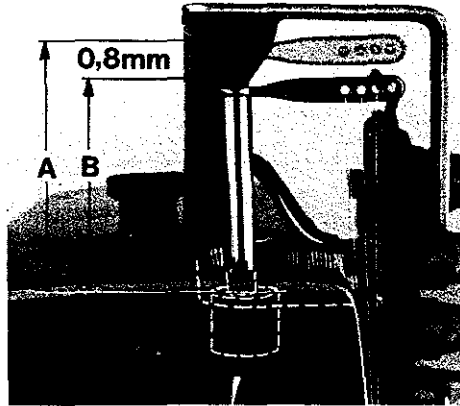
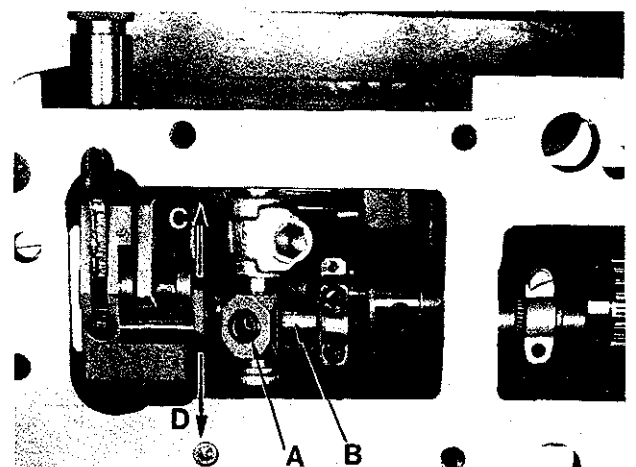

Fig.66
Fig.67
3. Measure dimension "A", Fig. 66 with a slide rule and note it.
6. Measure dimension "B", Fig. 66.
3. Messen Sie mit einer Schiebellehre das Maß "A", Fig. 66 und merken Sie es sich.
6. Messen Sie das Maß "B", Fig. 66.
The machine is synchronized correctly if dimension "B" is 0.8 - 1 mm (.032 - .040 in.) larger than dimension "A" (see Fig. 66).
Ist das Maß "B" um 0,8 bis 1 mm größer als das Maß "A", ist die Maschine richtig synchronisiert (siehe Fig. 66).
2. Loosen screw (A, Fig. 67).
3. If the difference between dimension "A" and dimension "B" (Fig. 66) is less than 0.8 - 1 mm (.032 - .040 in.), lever (B, Fig. 67) must be moved in the direction of the arrow towards "D".
2. Lösen Sie die Schraube (A, Fig. 67).
3. Ist der Unterschied zwischen Maß "A" und Maß "B" (Fig. 66) kleiner als 0,8 - 1 mm muß der Hebel (B, Fig. 67) in Pfeilrichtung nach "D" verschoben werden.